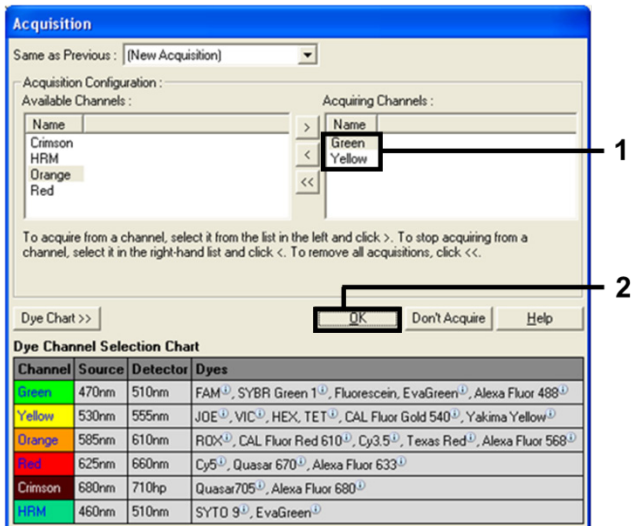

Figure 8. Acquisition à l'étape de cycle à 60 °C.
10. Sélectionner Green (Vert) et Yellow (Jaune) dans la liste Available Channels (Canaux disponibles), puis cliquer sur > pour les transférer vers la liste Acquiring Channels (Canaux d'acquisition). Cliquer sur OK (figure 8).